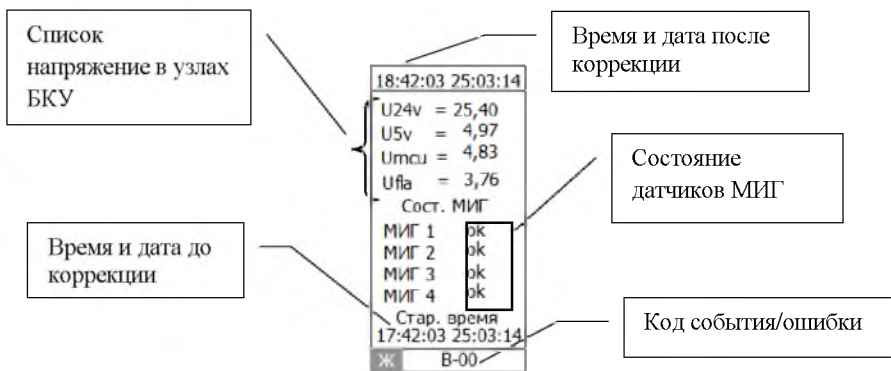

Рис. 27 Архивный слайд для события с кодом «В»
- Для события с буквенным кодом «В» (Изменение системного времени и даты БКУ) в поле события приводится список напряжений в критических узлах БКУ, состояния датчиков МИГ и строка времени до и после коррекции (рис. 27).